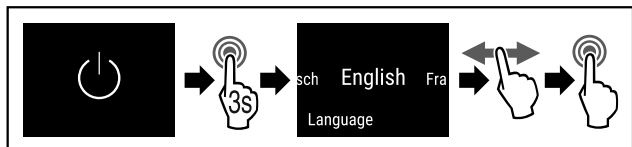

Fig. 49
- ▶ Eseguire i passi (vedere Fig. 49) .